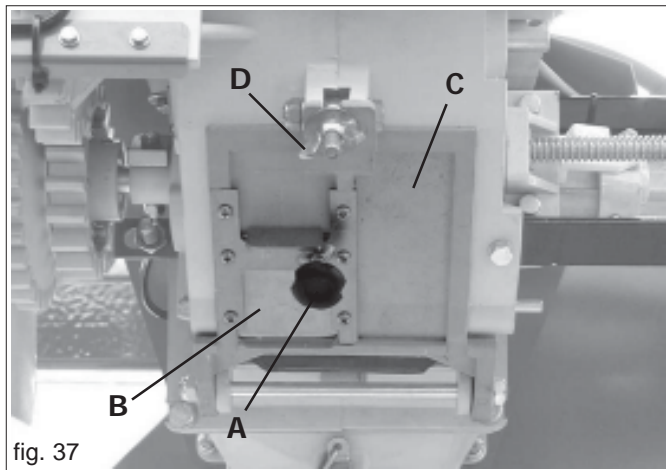

fig. 37
Pour décharger les semences de la trémie, agir de la façon suivante placer un sac ou un bac sous la porte de déchargement de l'appareil doseur. Puis, dévisser la poignée (A Fig. 37) pour décharger le contenu de la trémie par le portillon (B). Enfin, ouvrir la porte de déchargement (C Fig. 37) en dévissant l'écrou à ailettes (D Fig. 37) pour vider le contenu restant à l'intérieur du doseur;